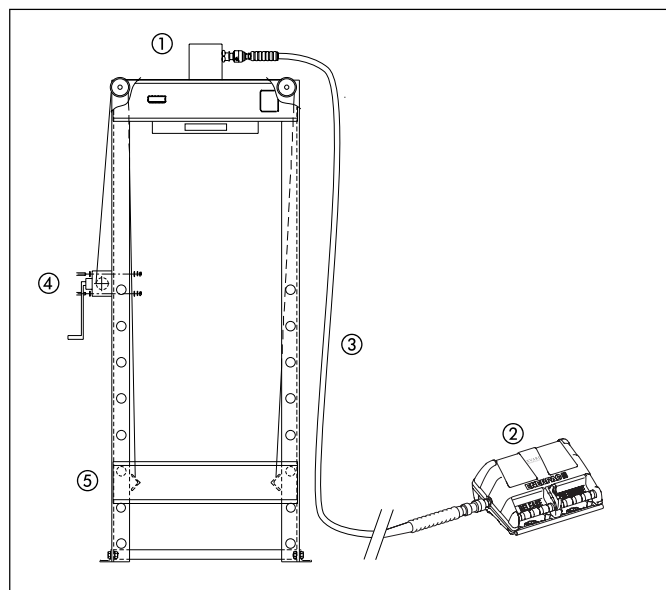

Figura 1, Pressa XLP da 25 ton
3.0 INSTALLAZIONE (Vedere Figura 1)